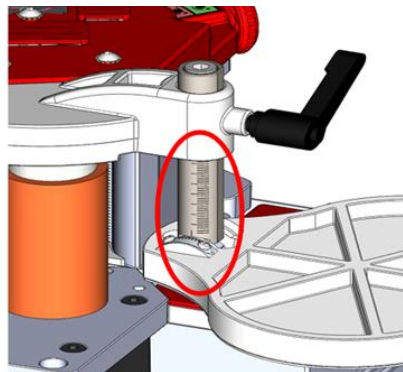

Fig2
- Uvolněte zajišťovací páku a nastavte vodící desku na požadovanou výšku (Fig2)
- Uvolněte imbus (1)
- Vodící desku s pomocí úhlooměru (2) nastavte na 90°
- Uvolněte šroub (3). Nastavte úhloměř na 0. Šroub opět dotáhněte